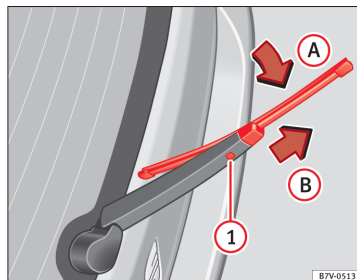

Fig. 114 Remplacement du balai d'essuie-glace arrière.
- Faites pivoter légèrement le balai d'essuie-glace ⇒ fig. 114 (flèche **A**).